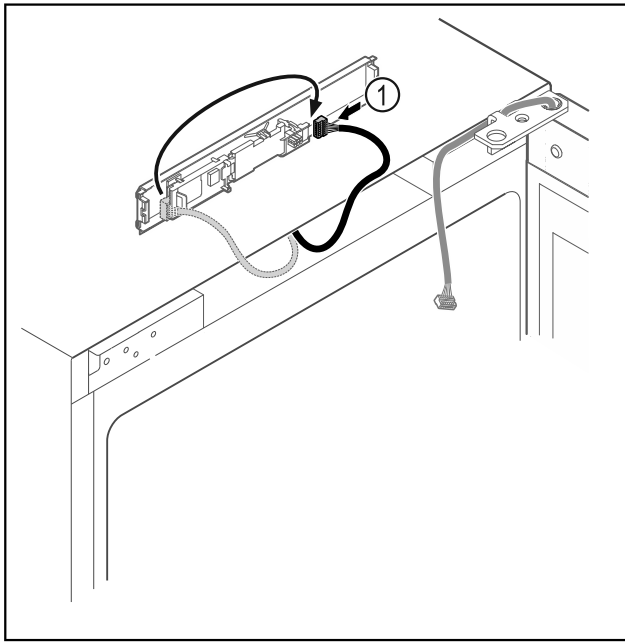

Fig. 13
- Lidhni spinën Fig. 13 (1) në qark në anën tjetër.